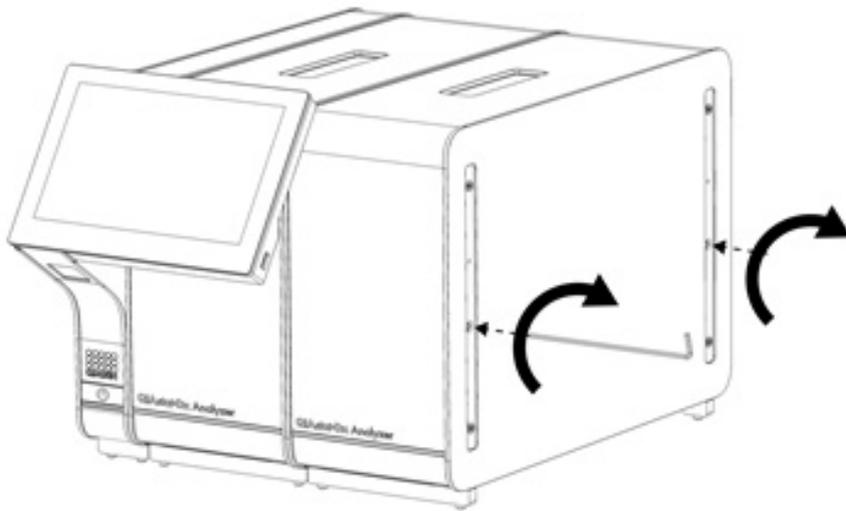

Abbildung 16. Ausrichten und Anbringen des zusätzlichen Analysemoduls.
4. Richten Sie das zusätzliche Analysemodul am vorhandenen Analysemodul aus. Ziehen Sie die Schrauben unter Verwendung des mit dem QIAstat-Dx Analyzer 1.0 gelieferten Werkzeugs für das Analyse- und Betriebsmodul fest (Abbildung 16).